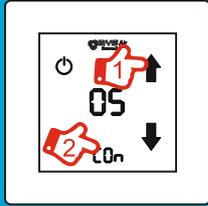

Fig. 8
- 2) Seleccionar "05" con los iconos de flechas **↓↑** (Fig. 8). Pulsar de nuevo sobre el icono **COFF** para confirmar (Fig.8).